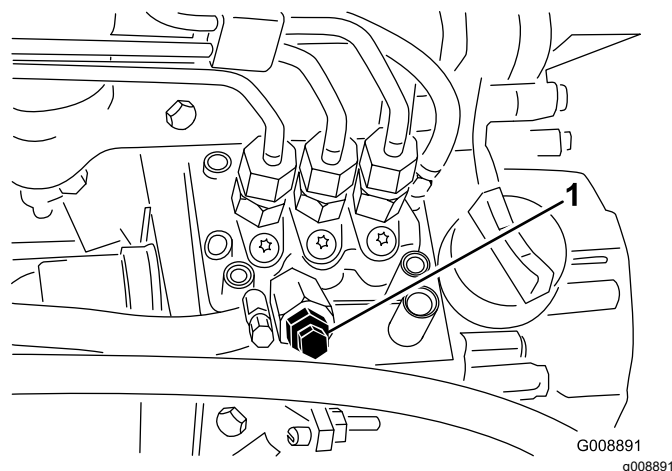

Рисунок 34
4. Выверните винт стравливания воздуха из насоса для впрыска топлива (Рисунок 34).